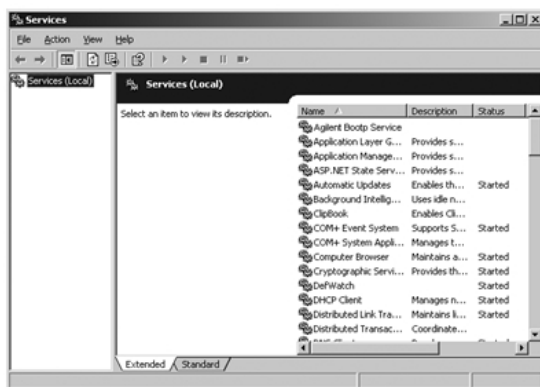

図 20 Windows の [サービス] 画面
- 1 Windows のコントロールパネルで、**管理ツール > サービス** の順に選択します。サービス 画面が表示されます（『76 ページ 図 20』を参照）。